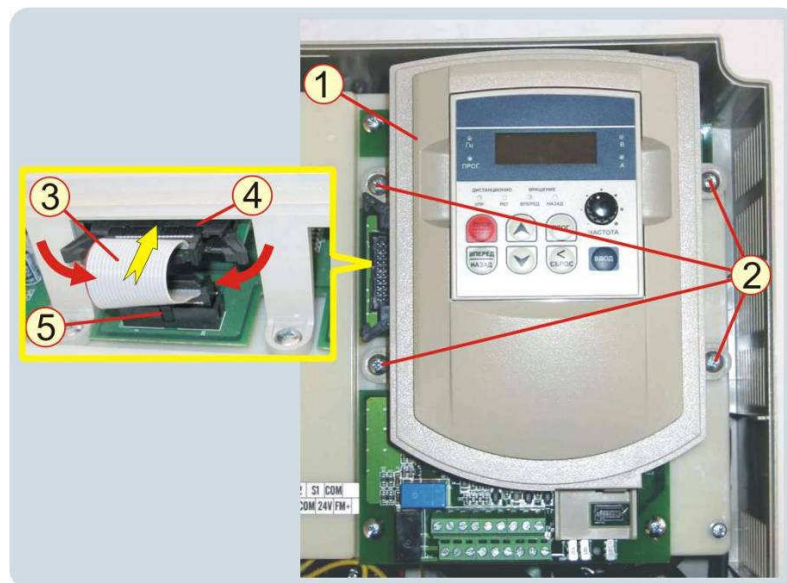

Рис.7.4
**7.3.3** Взять стойку пульта 1, установить на монтажную панель, вкрутить четыре самонарезающих винта 2 (рис.7.4).
**7.3.4** Взять кабель пульта 3, соединить розетки кабеля с вилками разъемов 4 и 5, при этом фиксаторы разъема 4 должны сомкнуться (рис.7.4).